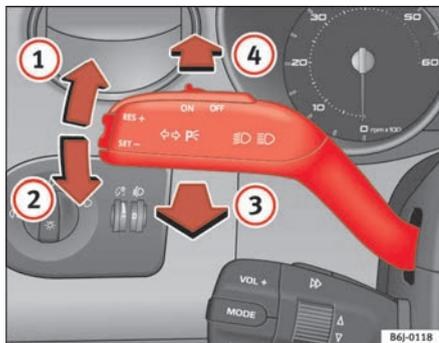

Fig. 55 Manípulo dos indicadores de mudança de direcção e dos máximos
- Carregar a alavanca para cima, até ao batente para cima ⇒ fig. 55 (1), para piscar à direita ou para baixo (2), para piscar à esquerda.
- Empurrar a alavanca para a frente ⇒ fig. 55 (4), para ligar os máximos.